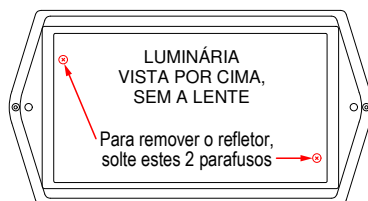

Figura 4
- ▶ A seguir, solte os dois parafusos que fixam o refletor, indicados na Figura 4, abaixo.